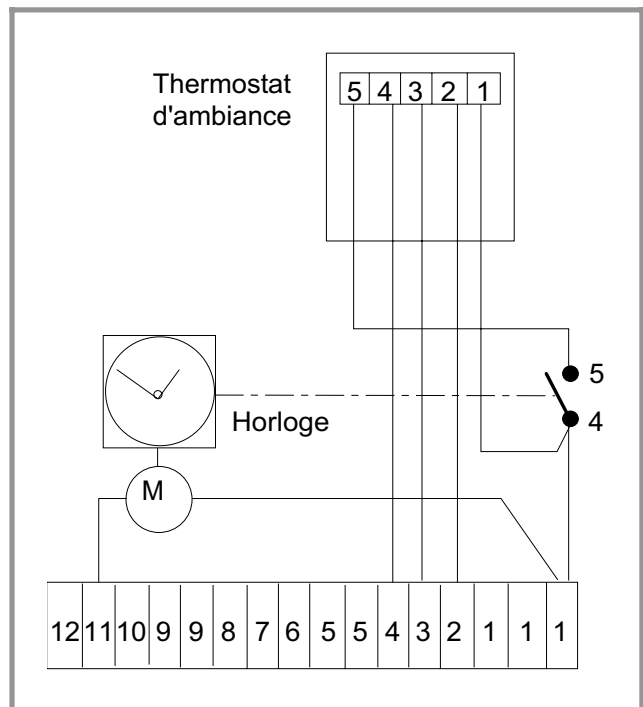

Fig. 13 - Raccordement T.A avec horloge de programmation
- **Raccordement avec horloge de programmation** : Utiliser un câble 5 conducteurs. (fig. 13). Raccorder les bornes 2, 3 et 4 du T.A. respectivement sur les bornes 2, 3 et 4 du connecteur extérieur, raccorder un contact de l'horloge sur la borne 5 du T.A. et l'autre contact de l'horloge sur les bornes 1 du T.A. et du connecteur extérieur.